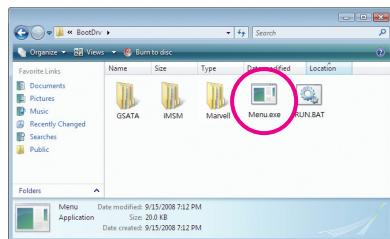

図4
- 2: 光学ドライブフォルダから、BootDrvフォルダの**Menu.exe**ファイルをダブルクリックします(図4)。